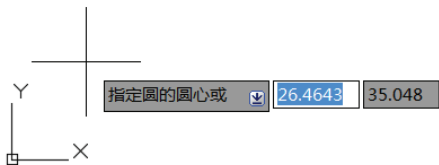
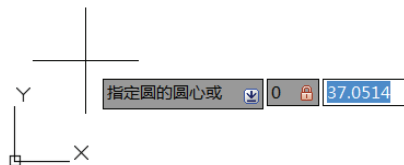

图 2-16 出现的工具提示输入框
图 2-17 完成输入圆心的 X 坐标值
- 3 此时在图形窗口中，十字光标的坐标位置将显示在光标附近的工具提示输入框中，如图 2-16 所示，并要求指定圆的圆心。输入“0”，按〈,〉键或〈Tab〉键，从而完成输入圆心的 X 坐标值，并切换至输入圆心的 Y 坐标值状态，如图 2-17 所示。